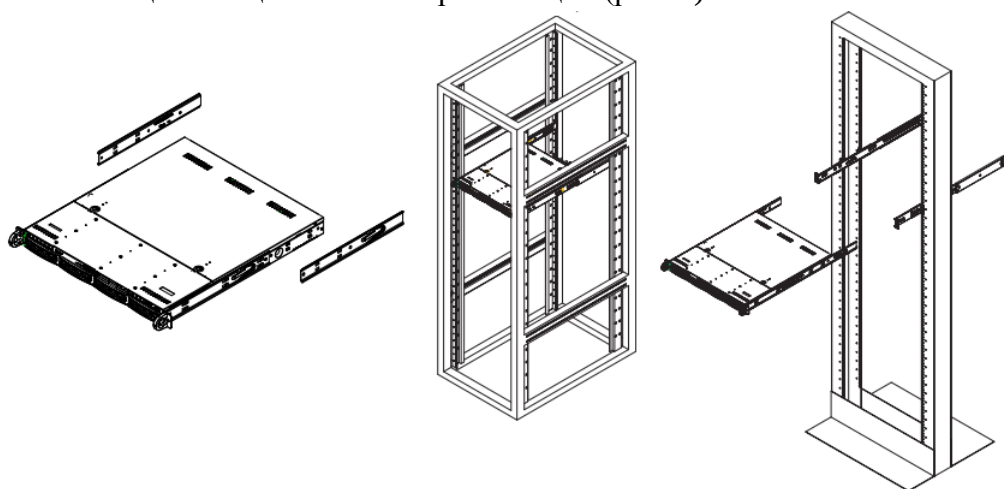

Рисунок 2. Монтаж сервера в стойку.
2.7 Монтаж сервера осуществляется в стандартную стойку 19 дюймов, крепление сервера осуществляется с помощью специальных направляющих (рис. 2):